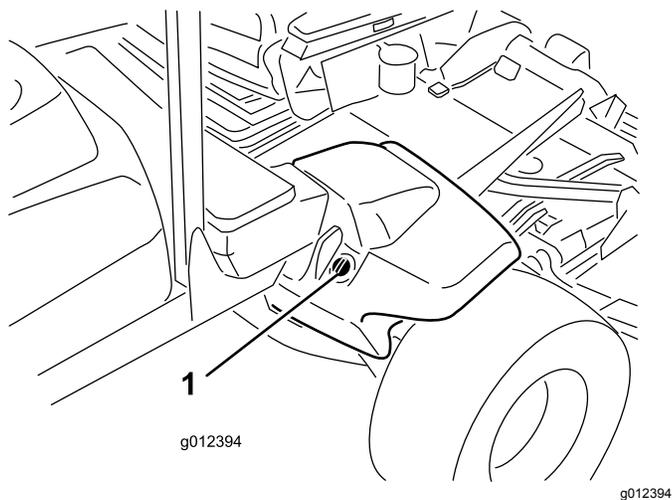

Рисунок 19
**Toro Premium; всесезонная гидравлическая жидкость** (выпускается в ведрах емкостью 18,9 л и бочках емкостью 208 л.) Каталожные номера см. в каталоге гидравлических жидкостей (рис. 19). Если жидкость недоступна, можно использовать другие жидкости, при условии, что они удовлетворяют всем приведенным ниже требованиям к свойствам материала и отраслевым ТУ. Мы
2. Очистите зону вокруг заливной горловины и крышки гидравлического бака (Рисунок 19). Снимите крышку заливной горловины.